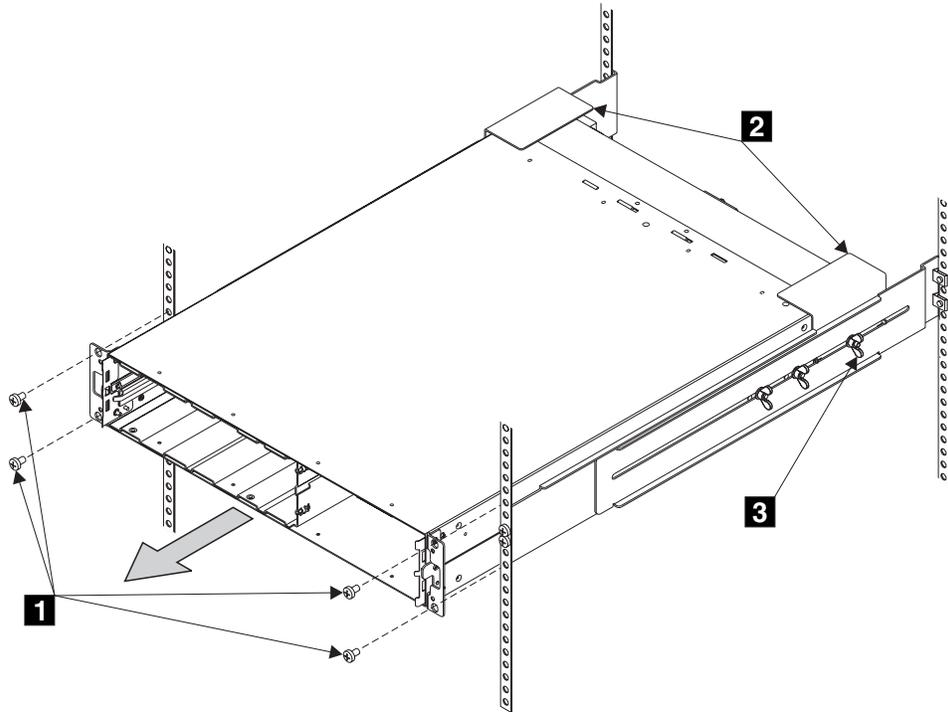

図 110. 無停電電源装置の取り外し
7. 無停電電源装置の前部の取り付けねじ **1** (図 110 を参照) を外します。